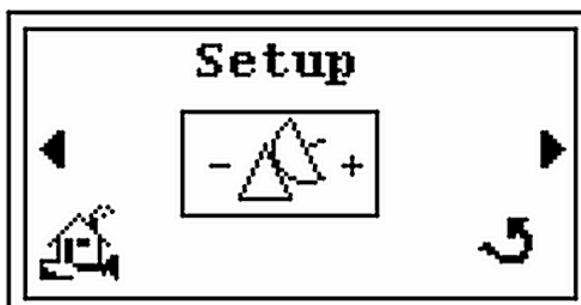

Figura 2-46 Schermata Setup (Impostazione)
3. Premere ► per visualizzare la schermata *Setup* (Impostazione) (Figura 2-46).